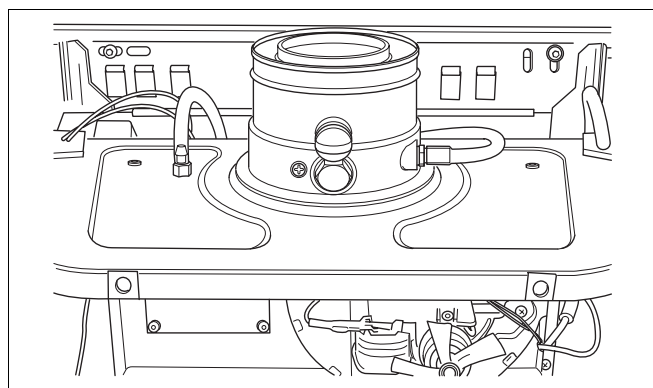

Fig. 18 Racord concentric pentru aer / gaze arse
- Se demontează ștuțul de racordare pentru gazele arse (fig. 18) (3 șuruburi de tablă) și se desface furtunul spre întrerupătorul pneumatic.